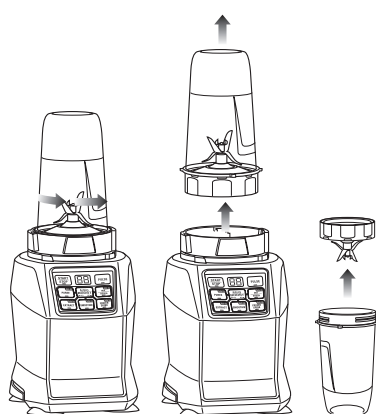

Fig. 4 Fig. 5 Fig. 6
- 8 Gire la taza Nutri Ninja en sentido contrahorario y levántela para removerla. (Fig. 4, Fig. 5)